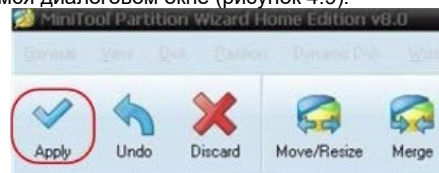

Рисунок 4.9. Подтверждение новых настроек и запуск форматирования
- 6) Щелкните по кнопке **Apply** («применить установки») в левой части меню. Затем для запуска форматирования нажмите **Yes** в открывшемся диалоговом окне (рисунок 4.9).